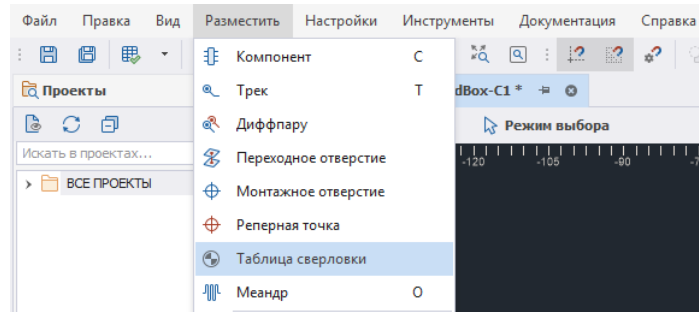

Рис. 38 Инструмент «Таблица сверловки»
2. В главном меню программы выберите «Разместить» → «Таблица сверловки», см. Рис. 38.